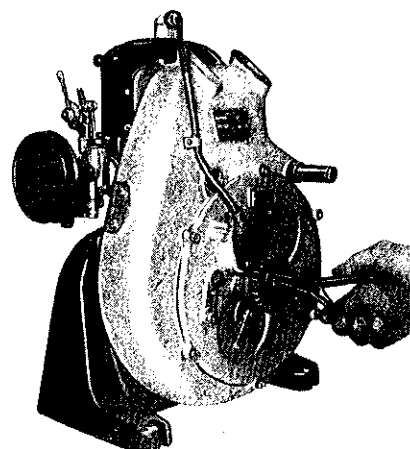

Bild 31. Sicherungsring abnehmen
1. Sicherungsring abnehmen (Bild 31).